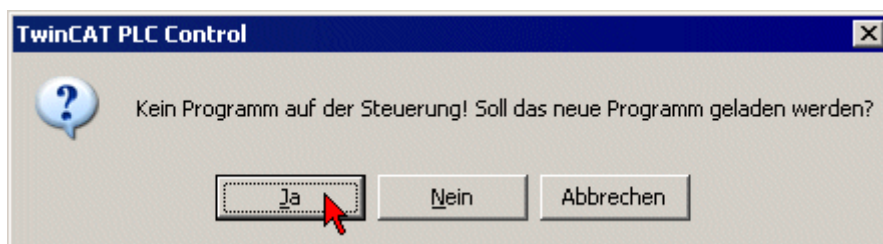

Abb. 6: Programmstart bestätigen
- Im TwinCAT PLC Control: Einloggen mit der Taste "F11", Laden des Programms bestätigen (Abb. 6), Start des Programms mit Taste "F5"